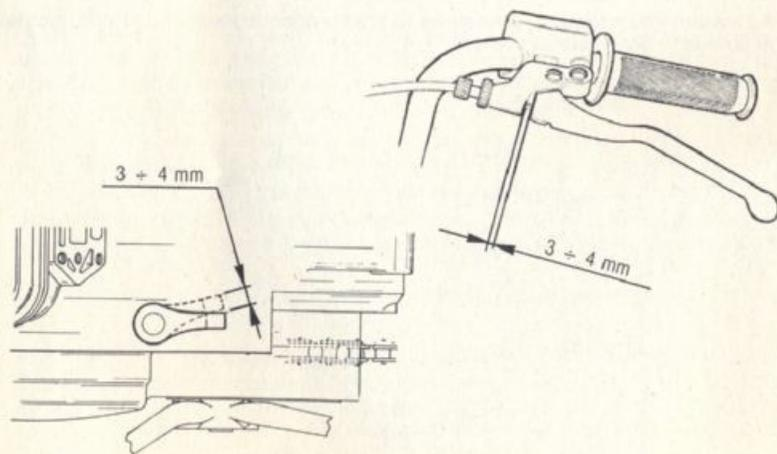

FIG. 4 Controllo gioco frizione
- 4) CONTROLLARE periodicamente la corretta registrazione della frizione verificando che la corsa a vuoto della leva di comando sul manubrio o sul motore sia di  $3 + 4 \text{ mm}$  (fig. 4).